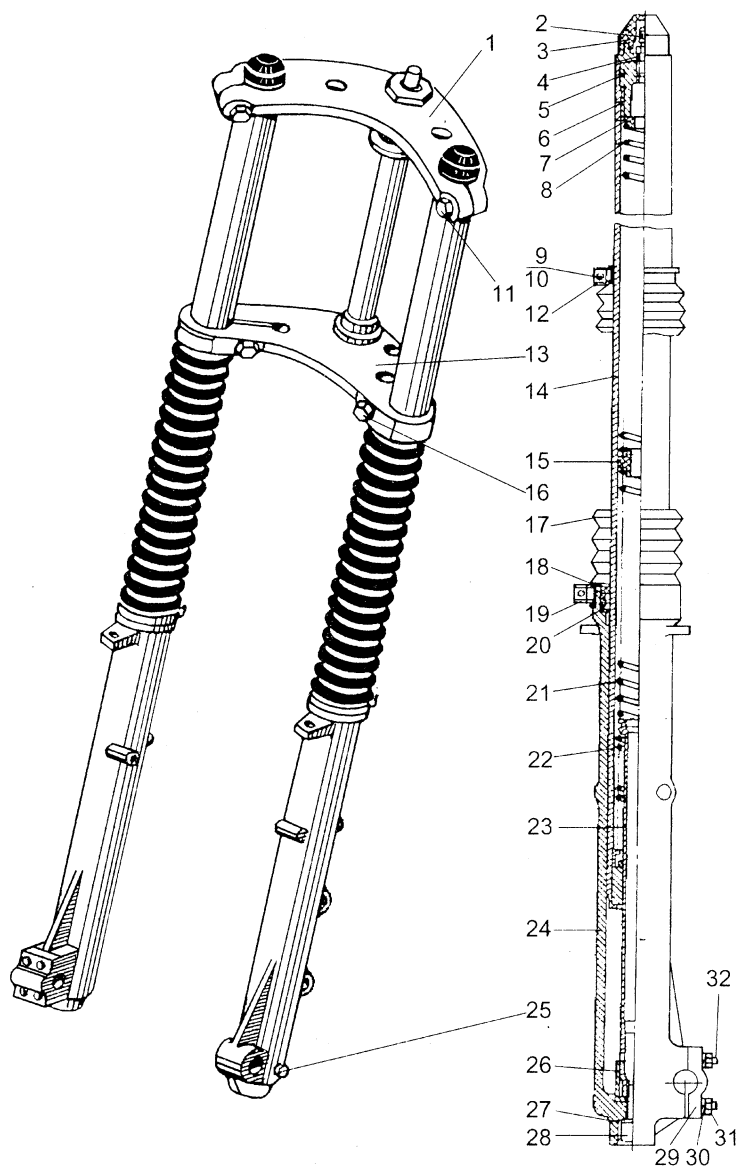

Рис. 4.9. Передняя подвеска с пневморегулированием для установки дискового тормоза:
Конструкция телескопической вилки с пневморегулированием представлена на рис. 4.9.
- удалить воздух из верхней полости амортизатора нажатием на клапан 2 (рис. 4.9) золотника;